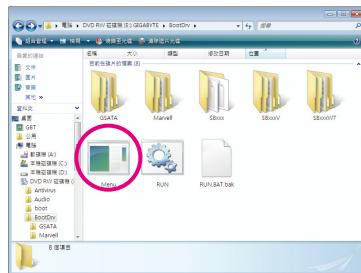
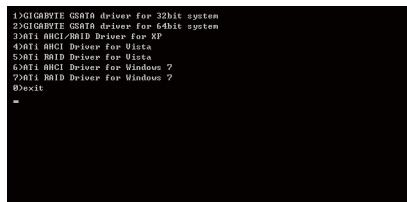

图3
图4
- 2: 进入光盘中「BootDrv」文件夹，双击「Menu.exe」文件(图3)后会出现「命令提示字符」画面，内含如图4的控制器选单。
- 3: 放入空白软盘。依所要安装的操作系统按下SATA控制器驱动程序代码后再按<Enter>键。以图4的选单为例：